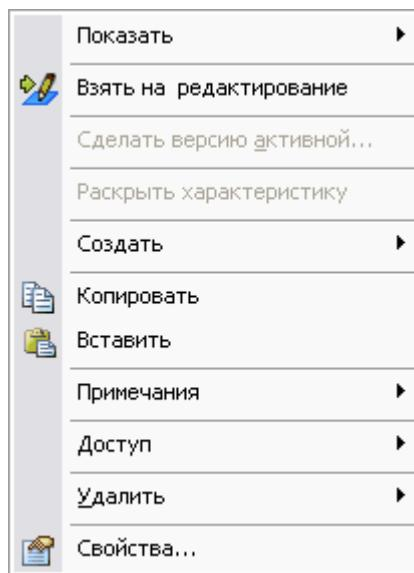

Рис. 162
После добавления характеристики работа с ней ведется посредством контекстного меню, вызываемого нажатием правой кнопки мыши на соответствующую характеристику (Рис. 162).
- Выберите в контекстном меню характеристики пункт **Взять на редактирование** (Рис. 162) или нажмите на кнопку панели инструментов.
- Внесите соответствующие изменения в атрибуты характеристики с помощью контекстного меню (Рис. 162).